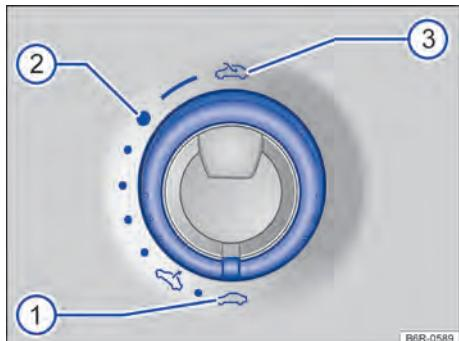

Fig. 64 No revestimento do teto: interruptor para abrir e fechar o teto de vidro.
Para levantar o teto de vidro, o interruptor rotativo precisa estar na posição → Fig. 64 ①.
- *Abrir totalmente:* girar o interruptor para a posição → Fig. 64 ③ e manter pressionado até que o teto de vidro chegue à posição desejada.
- *Posição de conforto:* girar o interruptor para a posição → Fig. 64 ②.
- *Ajustar a posição intermediária:* girar o interruptor para a posição → Fig. 64 ② até → Fig. 64 ①.
- *Fechar totalmente:* girar o interruptor para a posição → Fig. 64 ①.
- Girar o interruptor para a posição “fechado” → Fig. 64 ①.